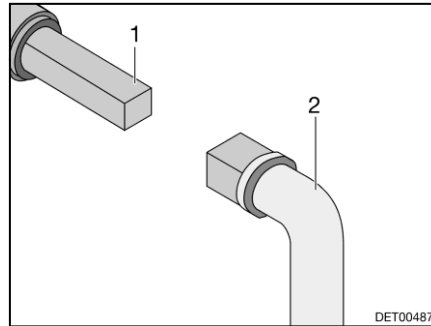

Bild 92 Handhavande avloppsventil
- Sätt nyckeln (Bild 92,2) mot fyrkanten (Bild 92,1).